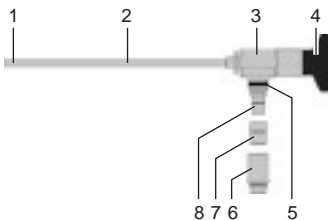

Fig. 1 Construction
- ☛ Démontez le raccord du connecteur de lumière (voir Fig. 1).